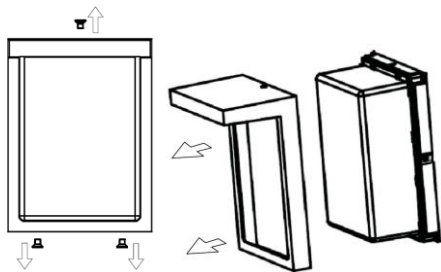

Рисунок 3.
5.4. Снимите переднюю рамку светильника Geniled Sova, для этого открутите 3 винта (см. рисунок 3).